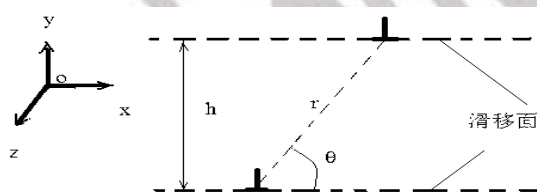

图 2-2
- 4、在相距为 h 的滑移面上有两平行的同号刃位错，如图 2-2 所示： (16 分)